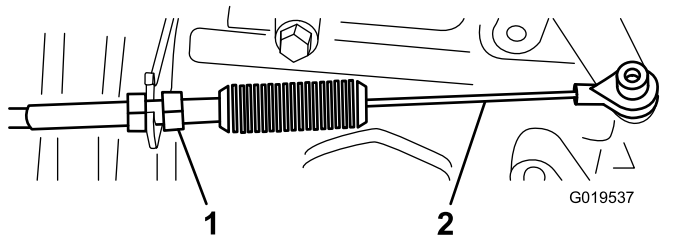
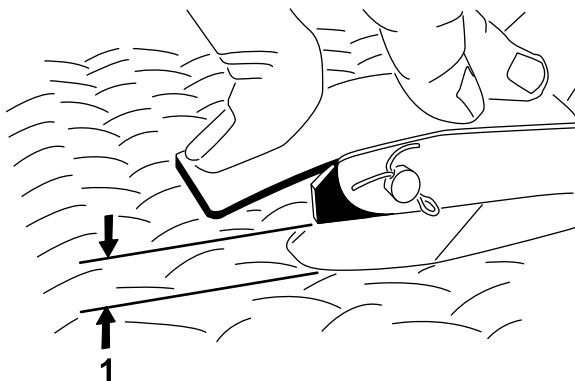

Figure 66
Figure 67
2. Réglez la rotule sur le câble d'accélérateur (Figure 66) pour obtenir une garde de 2,54 à 6,35 mm entre le bras de la pédale d'accélérateur et le haut du plancher quadrillé (Figure 67) lorsque vous appliquez une force de 11,3 kg au centre de la pédale.
3. Serrez le contre-écrou (Figure 66).